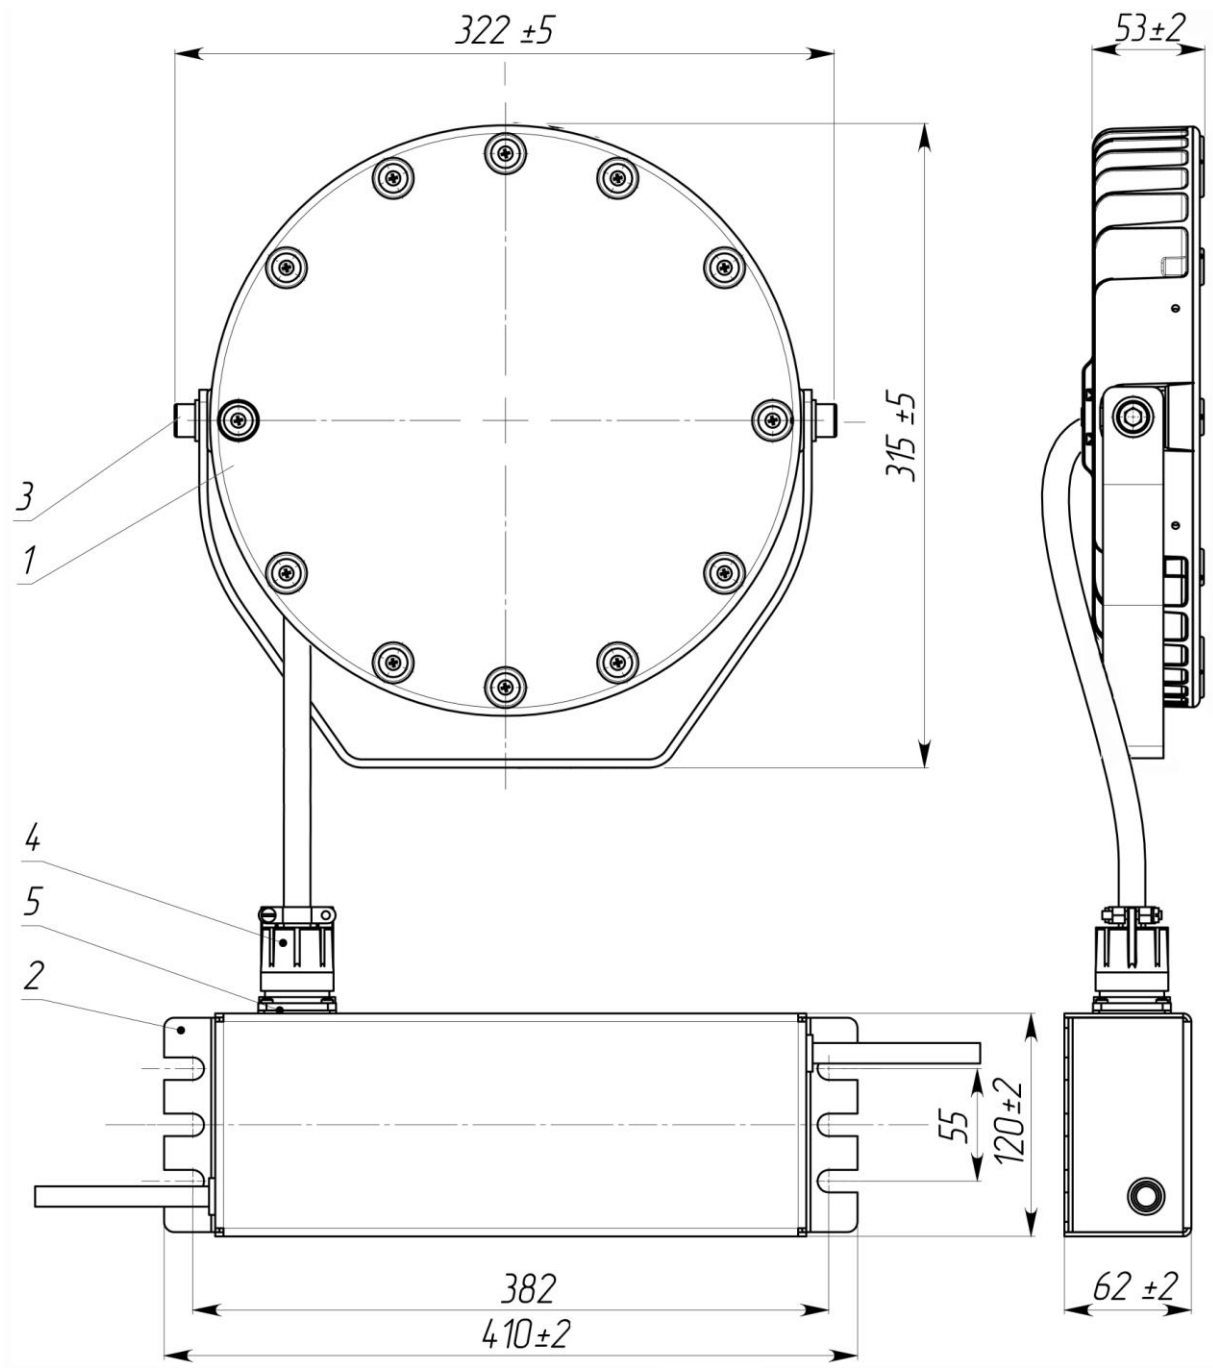

Рис.1
2.1. Прожекторы GALAD Аврора LED-108 М РС (рис.1) со светодиодными модулями предназначены для архитектурного освещения мостов.
- 5.1. Установить оптическую часть (поз.1 см. рис.1) прожектора, закрепив скобу тремя болтами М8.
- 5.4. Соединить разъемы оптической части (поз.4) и блока питания (поз.5 см. рис.1).